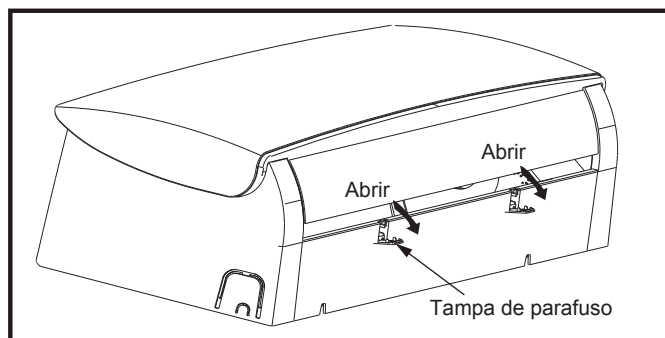
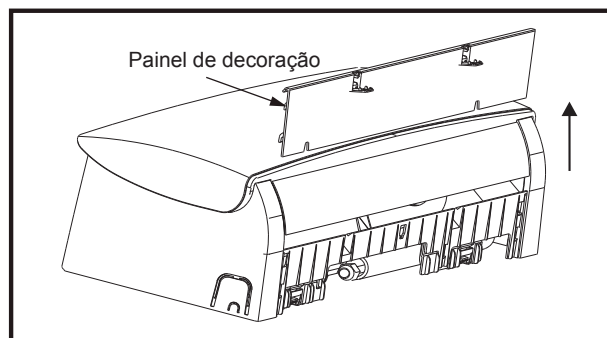

Fig. 8
Fig. 9
- 2) Abra a tampa de rosca como mostrada na Fig. 8 e retire o parafuso. Em seguida, remova o painel de decoração como mostrado na Fig. 9.